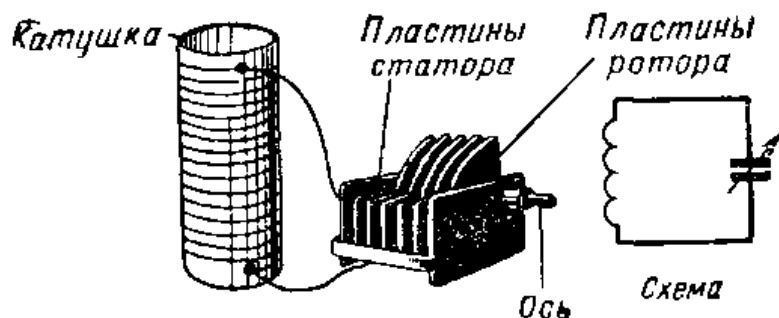

Рис. VI.26. Катушка индуктивности и конденсатор, используемые для настройки в радиоприемниках.
**Настройка конденсатором.** Другой способ настройки радиоприемника заключается в использовании проводочной катушки и переменной емкости, т. е. переменного конденсатора, подсоединенного к концам катушки. Переменный конденсатор состоит из двух групп металлических пластин, соединенных между собой. Одна группа пластин неподвижна и называется статором, другая группа закреплена на общей оси, вместе с которой она может поворачиваться. Эта группа пластин образует ротор конденсатора (рис. VI.25). Роторные пластины входят в зазоры между статорными, не касаясь их. Приемник можно настраивать с помощью переменного конденсатора, или путем изменения числа витков катушки (рис. VI.26, VI.27 и VI.28).